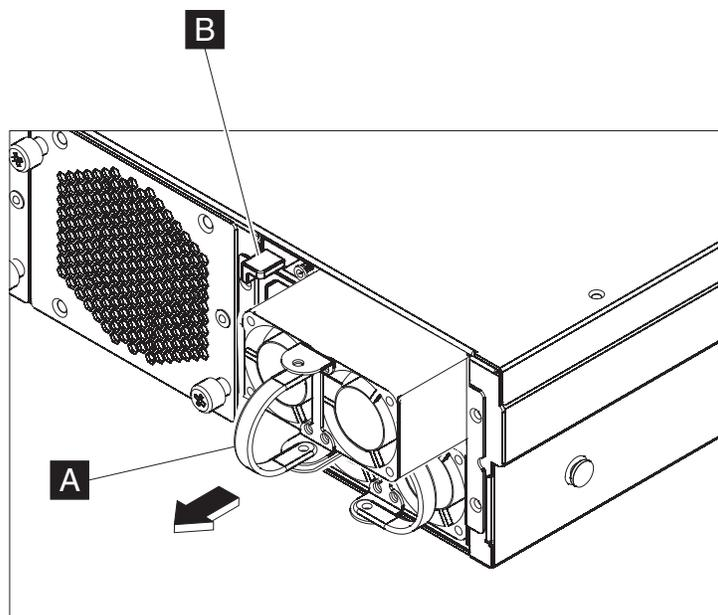

Figure 16. Retrait d'un module d'alimentation
- a. Maintenez fermement la poignée **A** du module défectueux tout en repoussant le loquet de déverrouillage orange **B** vers la poignée et maintenez-le dans cette position, comme illustré dans la figure 16, à la page 45.